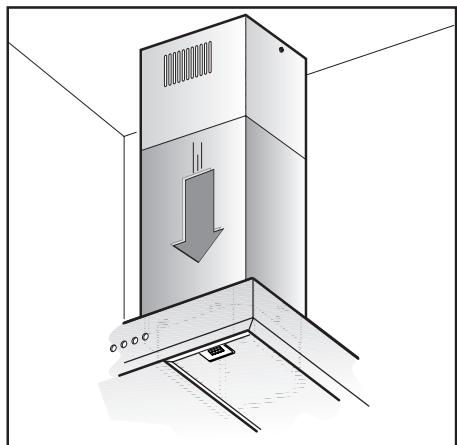

Fig.13
- Enlever le ruban adhésif **L** et poser le conduit de fumées inférieur sur le corps de la hotte (Fig.13).